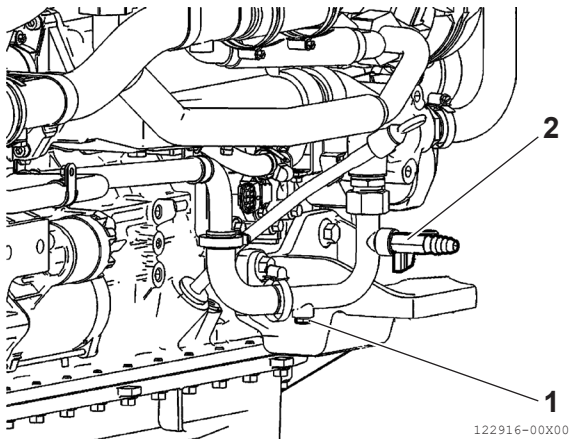

Figure 10
3. Dévissez le bouchon (**Figure 10, (1)**) ou débranchez le tuyau de chauffage de la cabine (**Figure 10, (2)**).